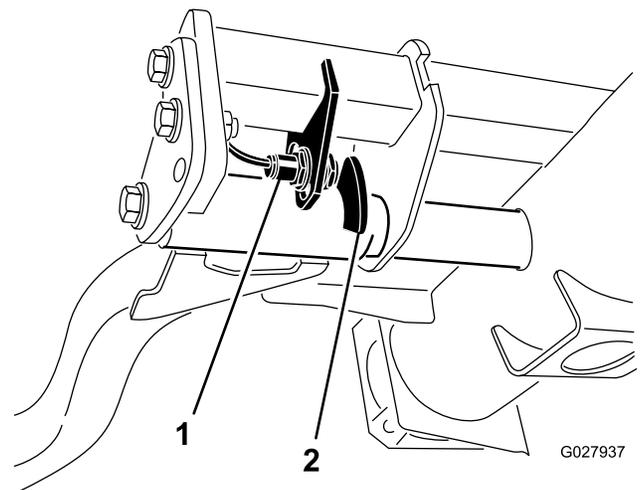

Figura 31
2. El interruptor del brazo de elevación está situado debajo del depósito de aceite hidráulico y detrás del brazo de elevación delantero derecho (Figura 31).
3. Afloje los tornillos de montaje del interruptor (Figura 31) y desplace el interruptor hacia abajo para aumentar la altura de giro del brazo de elevación, o hacia arriba para reducir la altura de giro del brazo de elevación. Apriete los tornillos de montaje.